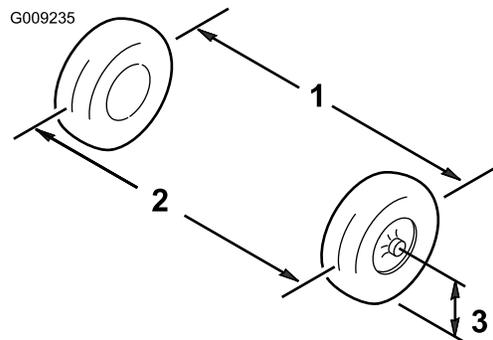

图 54
1. 以轮轴的高度为标准、分别测出两个前轮的轮前距离和轮后距离 (图 54)。